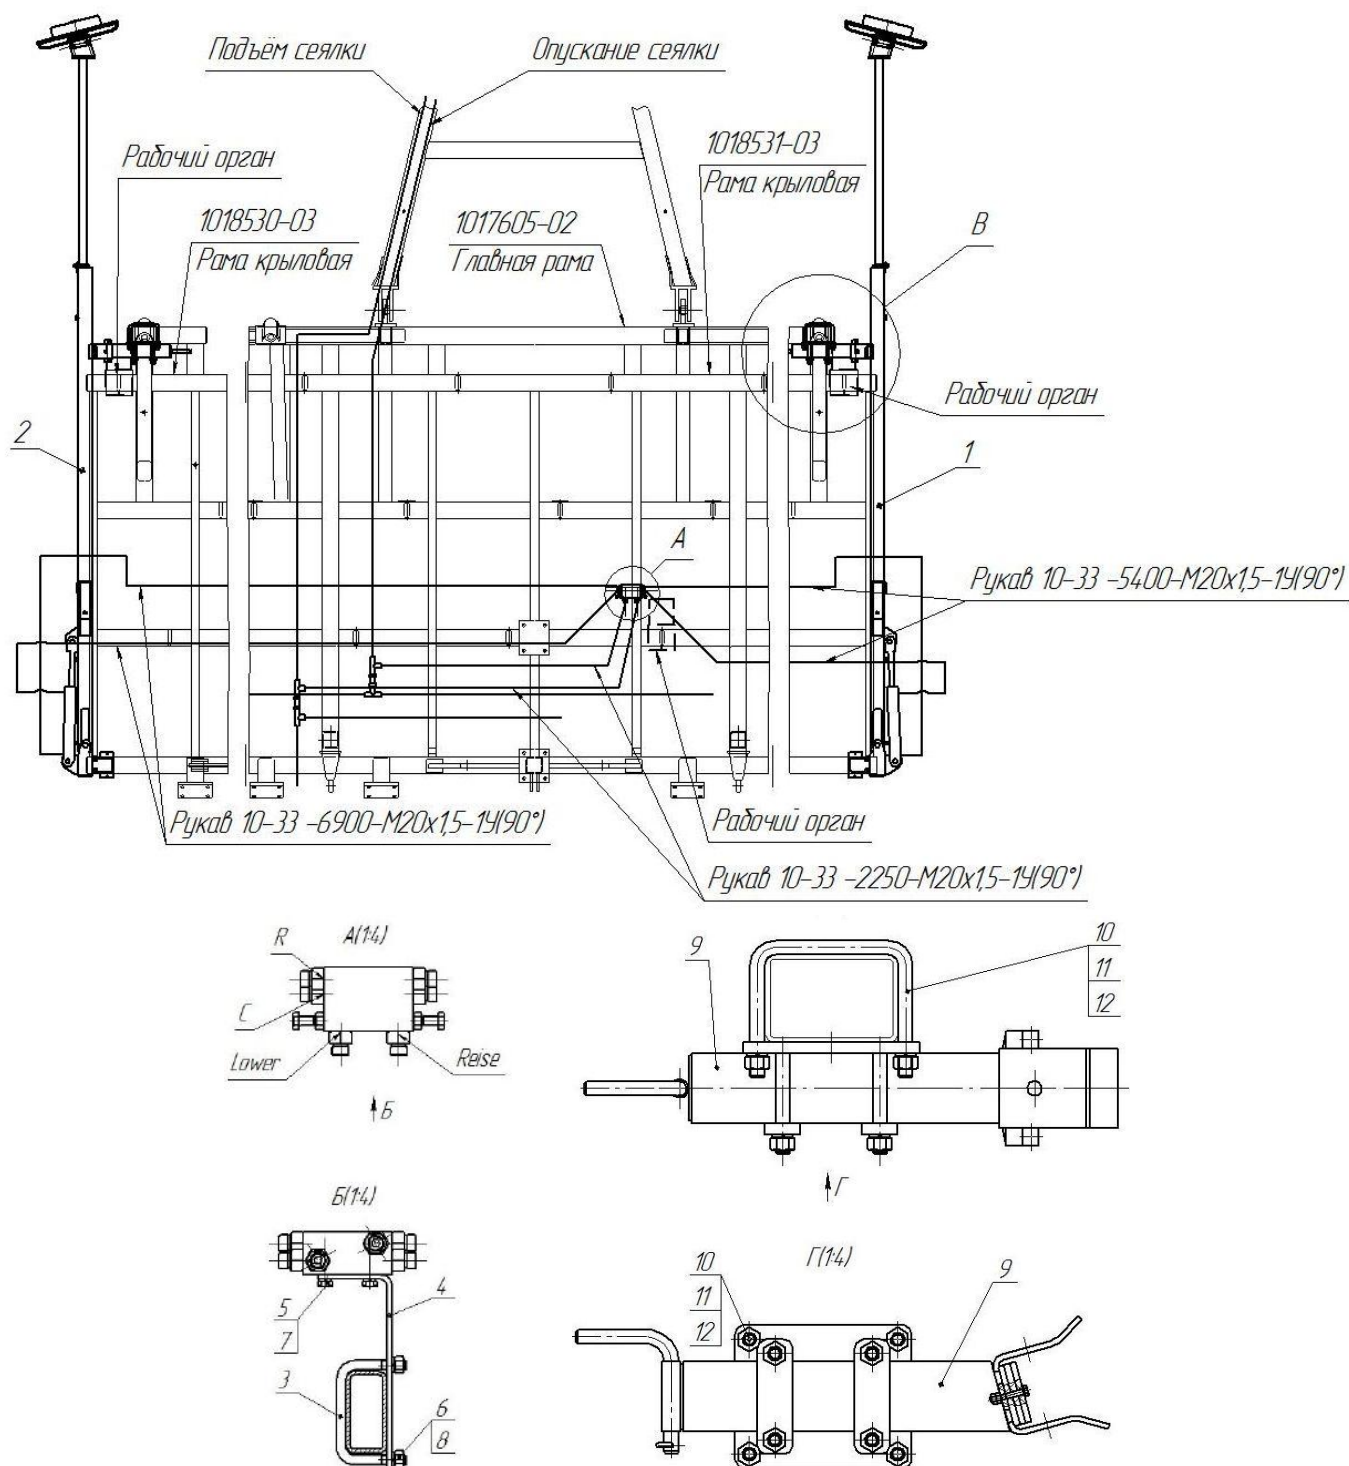
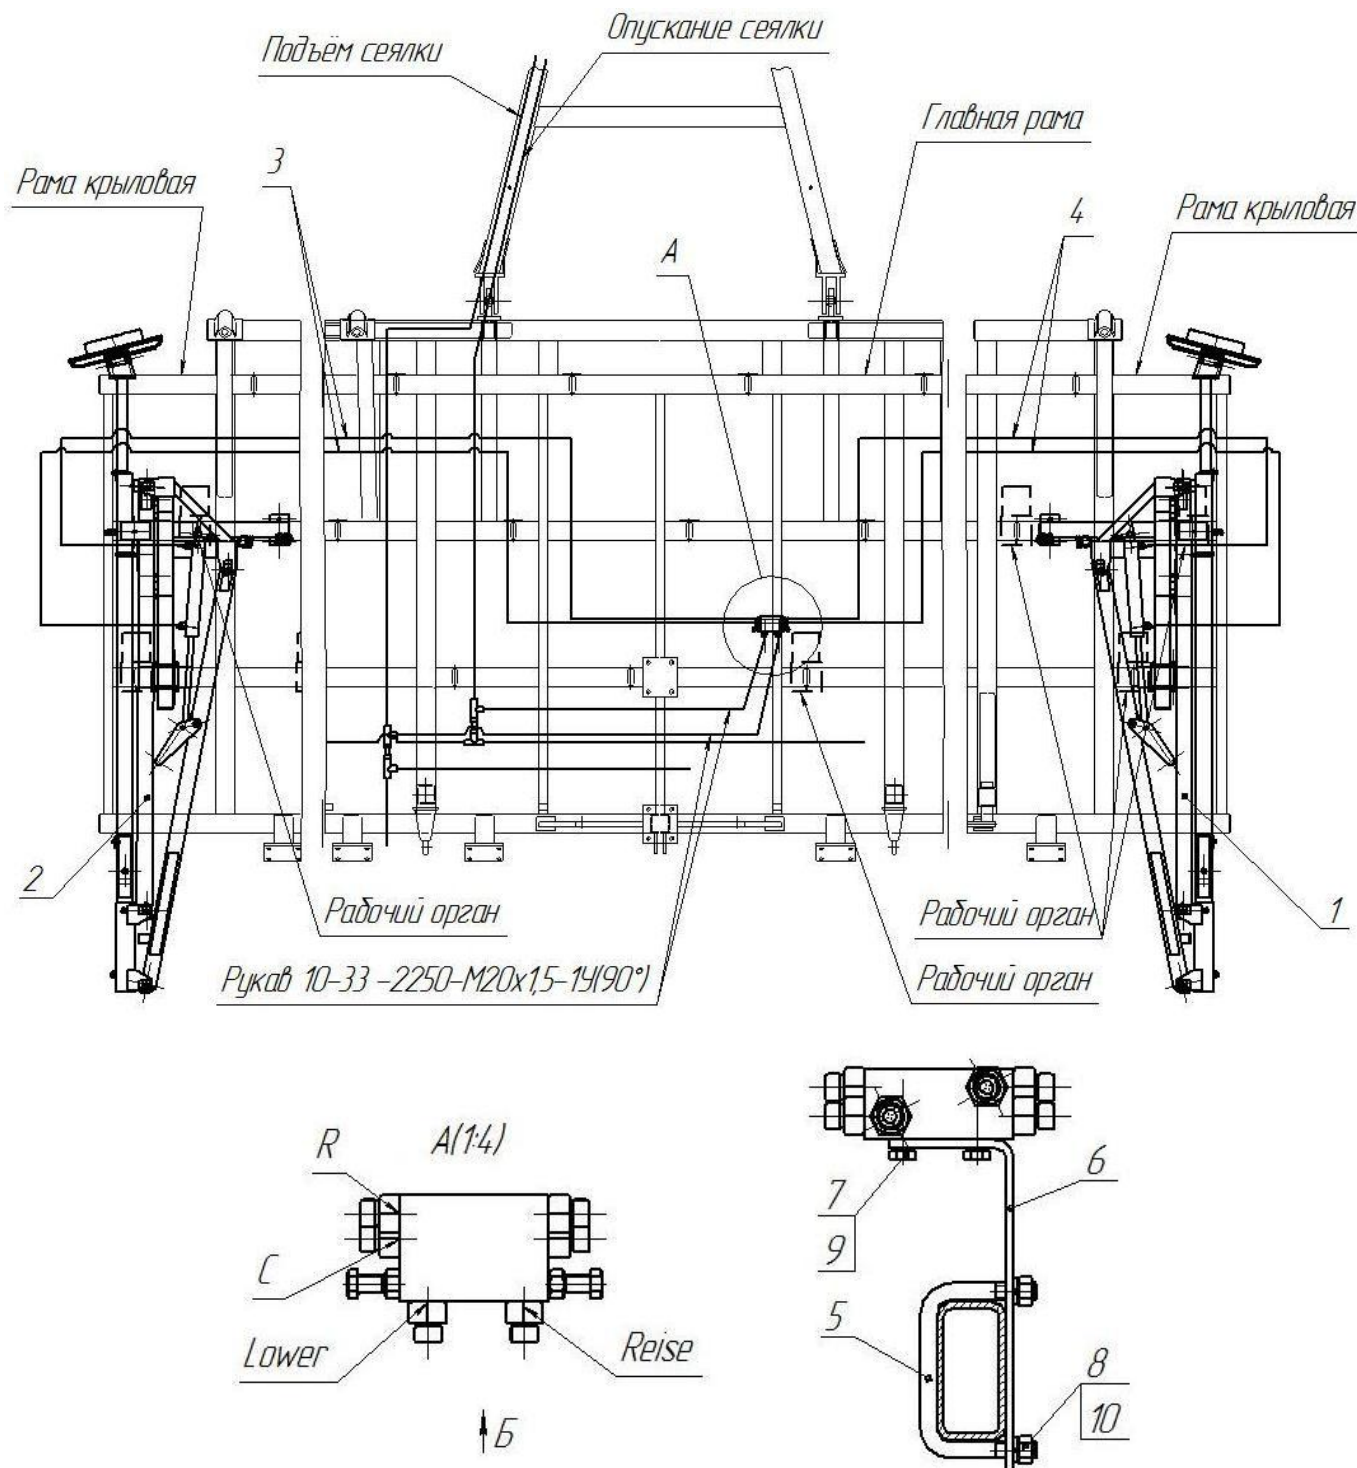

Рис. 4.8.3. Установка маркеров на раму ПК-8,5 «Кузбасс»
Рис. 4.8.4. Установка маркеров на раму ПК-9,7 и ПК-12,2 «Кузбасс»
4.8.3. Клапан последовательности крепится к кронштейну 4 болтами 5 (3/8"x25 – 2шт.), подложив шайбу пружинную 7 (Ø10мм), и устанавливается справа на трубе 50x100мм центральной рамы посевного комплекса с помощью стремянки 3 (M12x50x100), гаек 6 (M12) и шайб пружинных 8 (Ø12мм), как показано на рис.4.8.3. (Аналогично на рис.4.8.4).
4.8.4. Скорость складывания и раскладывания маркеров регулируется винтами, находящимися по бокам клапана последовательности (рис.4.8.3, 4.8.4). Правый винт, находящийся в нижней секции клапана, регулирует скорость раскладывания маркера, а левый, находящийся в верхней секции, - скорость складывания.